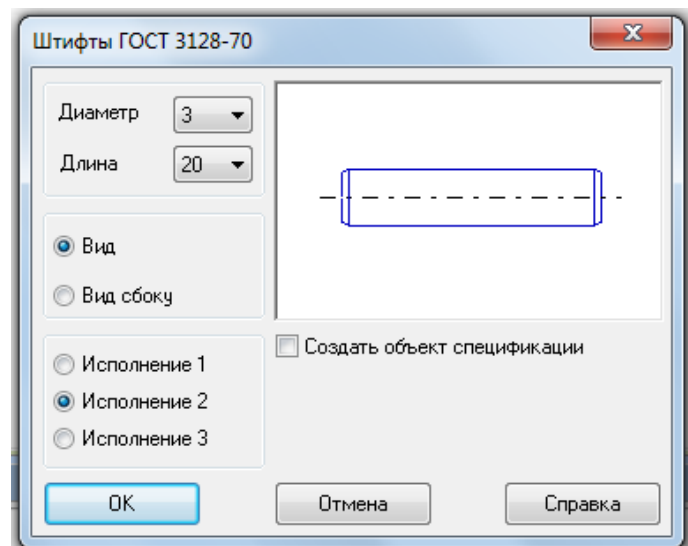

Рисунок 110.
2. Откройте «*Конструкторскую библиотеку*», раздел «*Штифты*», выберите «*Штифт ГОСТ 3128-70*». Задайте геометрические параметры: *Диаметр* – **3мм**, *Длина* - **20мм** (рисунок 110). Выберите - *Исполнение 2*.